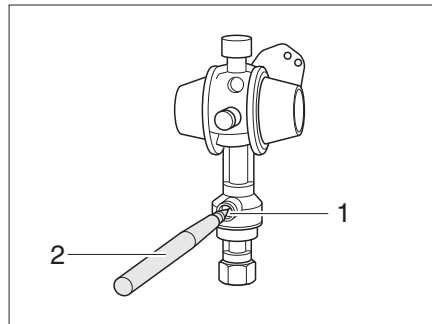

Fig. 92 Crash-Sensor
- Presionar con un pasador (Fig. 92,2) el botón de desbloqueo (Fig. 92,1) varios segundos.